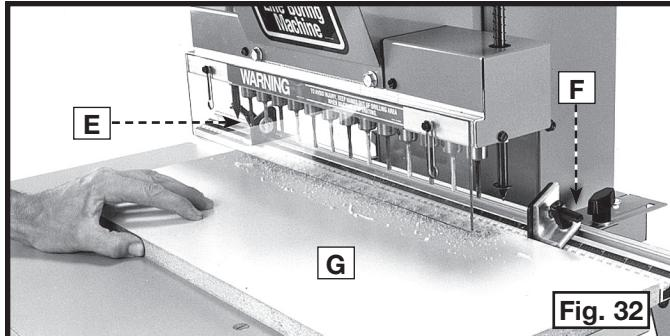

Fig. 32
1. Fije el tope izquierdo 25,4 mm (1 pulg.) a la izquierda de la última broca del lado izquierdo de la máquina (E) Fig. 32. Fije el tope derecho 25,4 mm (1 pulg.) a la derecha de la última broca del lado derecho de la máquina (F) Fig. 32. Coloque la pieza de trabajo (G) contra el guía con el borde izquierdo de la pieza de trabajo contra el tope izquierdo (E). Encienda la máquina, baje el mango y mandrine los orificios.